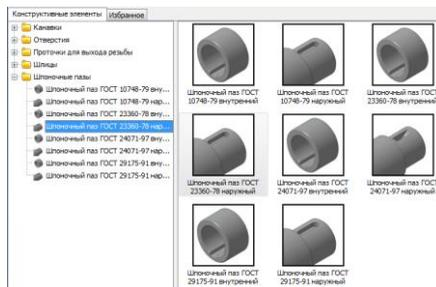

Рис. 23
11.2 Нажать на знак «-» и закрыть папки **Канавки** и **Проточки** для выхода резьбы. Двойным щелчком мыши выбрать папку **Шпоночные пазы/Шпоночный паз ГОСТ 23360-78** (см. рис. 23).